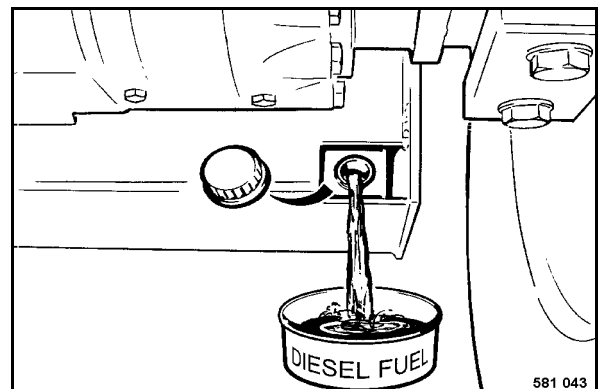

fig. 142
- Dévisser le bouchon de vidange (fig. 142) et laisser écouler env. 5 litres de carburant.